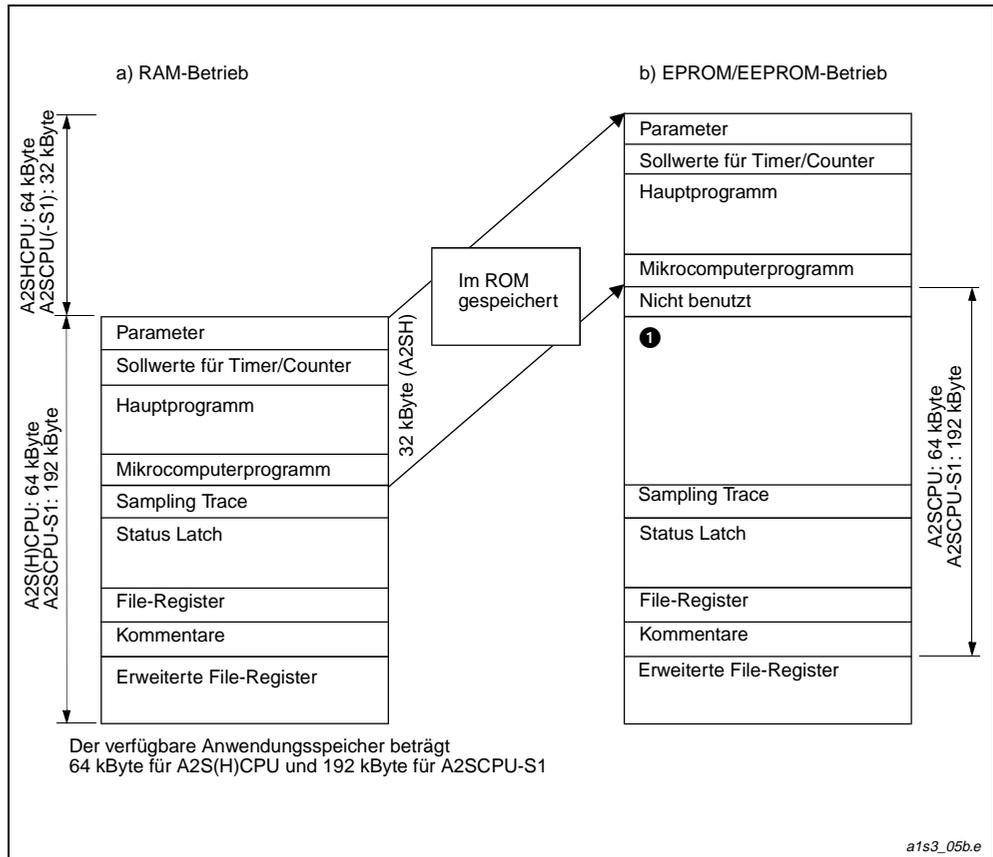

Abb. 4-3: Festlegung der Speicherbereiche A2S(H)CPU, A2S(H)CPU-S1
Wenn das Hauptprogramm in einem ROM-Speicher abgelegt ist, kann der Bereich ❶ nicht für erweiterte File-Register genutzt werden, da das System den Bereich ❶ (in Abb. 4-3) für interne Systemoperationen nutzt.